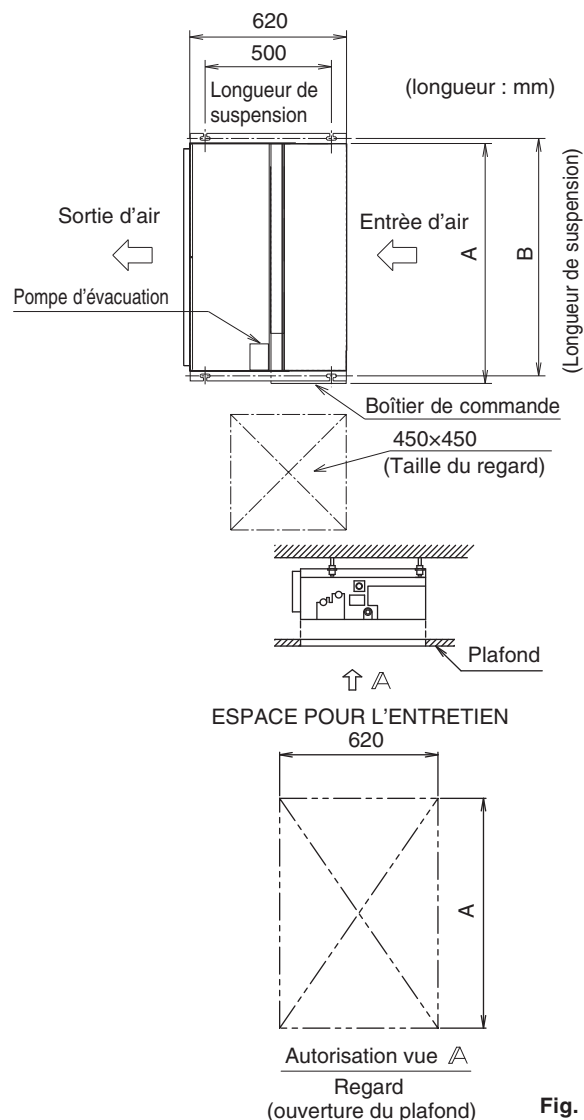

Fig. 2
- (1) **Vérifiez la position de l'unité et des boulons de suspension. (Reportez-vous à la Fig. 2)**